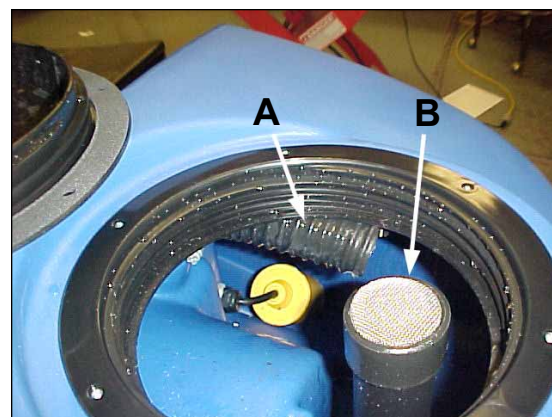

Figure 41
3. **Flexible de récupération** - Placez le tuyau d'arrosage dans le réservoir de récupération. Le tuyau de récupération se situe à l'arrière de la bague fileté (voir figure 41, A). **REMARQUE : Ne placez pas le flexible dans une entrée d'aspiration (voir figure 41, B) afin d'éviter tout endommagement.**